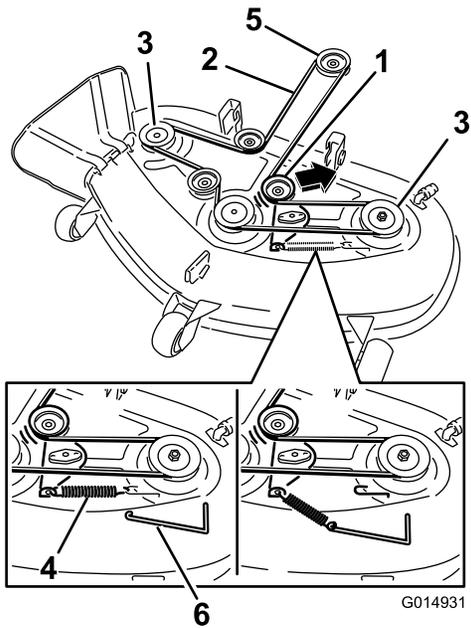

**Figura 66**
6. Usando una herramienta para la retirada de muelles (Pieza Toro 92-5771), retire el muelle tensor del gancho de la carcasa para eliminar la tensión de la polea tensora, y retire la correa de las poleas (Figura 66 y Figura 67).
8. Usando una herramienta para la retirada de muelles, instale el muelle tensor sobre el gancho de la carcasa y tense la polea tensora y la correa del cortacésped (Figura 66 y Figura 67).